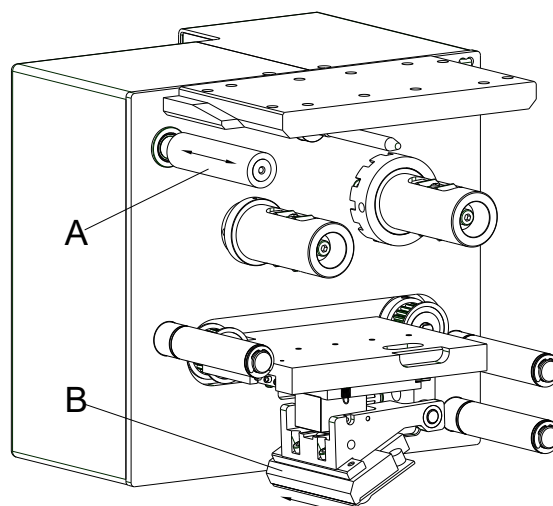

Abbildung 18
2. Druckkopfoberfläche (B, Abbildung 18) mit einem in reinem Alkohol getränktem Wattestäbchen reinigen.